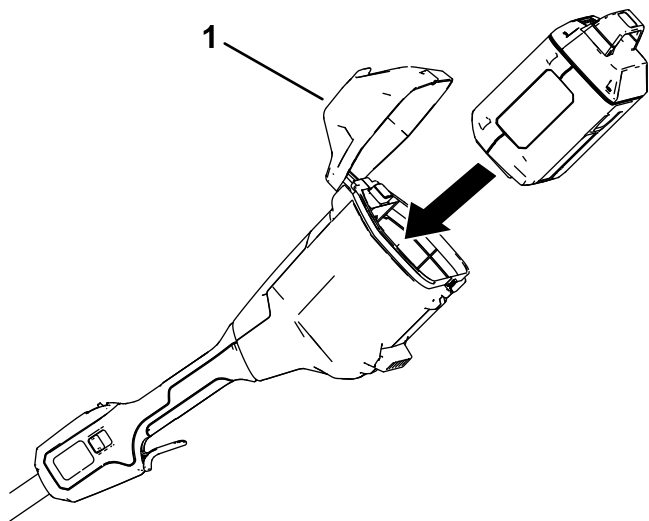

Figura 8
2. Abra la tapa de la batería (Figura 8).
3. Alinee el hueco de la batería con la lengüeta del compartimento de la batería (Figura 8).
4. Introduzca la batería en el compartimento de la batería hasta que la batería encaje en el enganche (Figura 8).